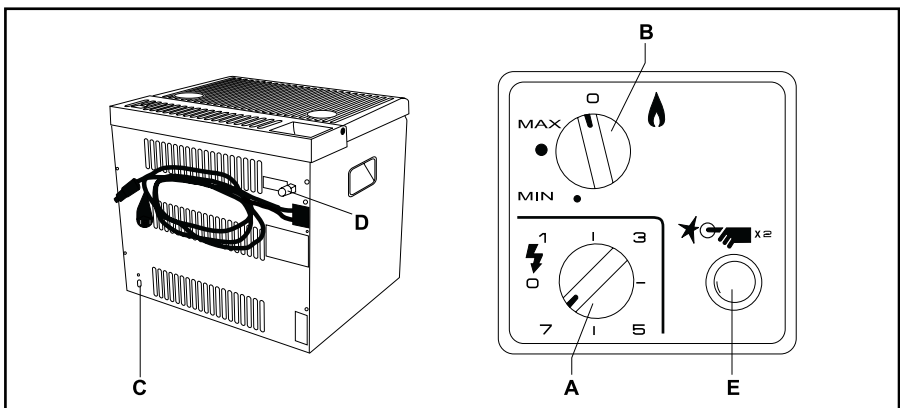

Fig. 1
9. Gasarmatuur (fig.1)
10. Het ontsteken van de gasbrander (fig.1)
- 2 Knop (B) linksom in de max-positie draaien, indrukken en ingedrukt houden.
- 3 Knop (B) ongeveer 1 minuut indrukken om eventueel aanwezige lucht uit de leidingen te verwijderen